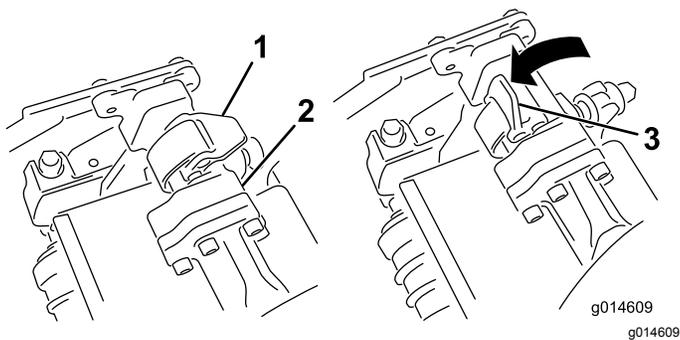
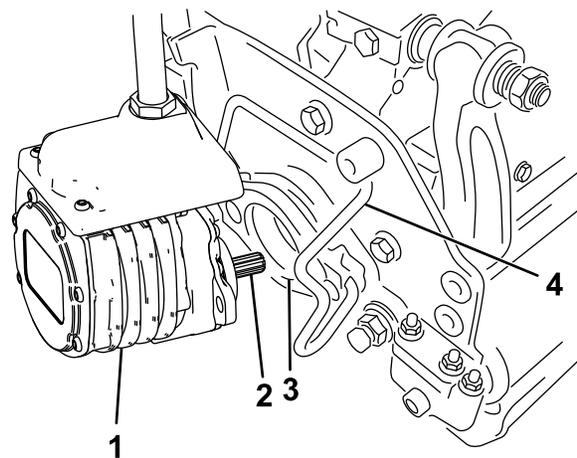

Рисунок 48
Рисунок 49
4. Когда защелки на штанге рычага подвески направлены вверх (т.е. открыты) (**Рисунок 48**), нажмите на рычаг подвески так, чтобы штанга села на поперечный стержень наверху режущего блока (**Рисунок 49**).
5. Опустите защелки и поверните вокруг стержня режущего блока и заблокируйте их (Рисунок 48).
5. Откройте защелки на штанге рычага подвески режущего блока, который необходимо снять (Рисунок 48).